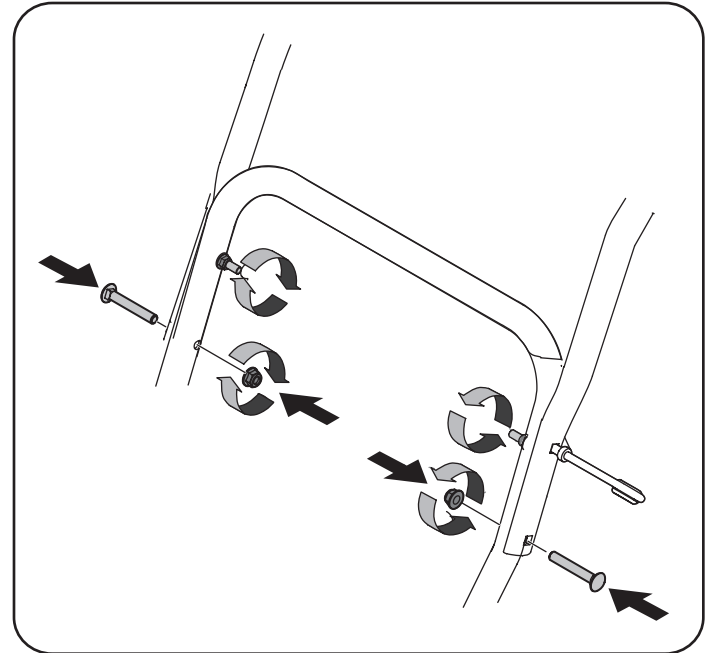

Figura 2
- d. Coloque los dos tornillos del carro y las tuercas de retirados en el paso a. Terminar de asegurar el mango apretando las dos primeras tuercas de fijación aflojados en el Paso a. Retire y descarte todos las bandas de plástico, si las hubiera. Vea la Figura 2. Únicamente se utilizan para el empaque.
2. Retire el pasador de chaveta, la tuerca de mariposa y el tornillo hexagonal del cabezal de control del canal, y el pasador de horquilla y el pasador de chaveta con unión curva de la ménsula de soporte del canal. Vea la Figura 2.